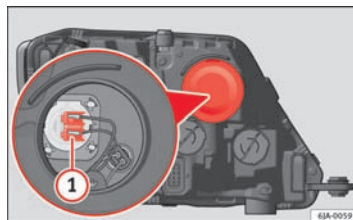

Fig. 148 Udskiftning af pære til fjernlys
- Træk stikket ⇒ Fig. 148 ① udad og af.